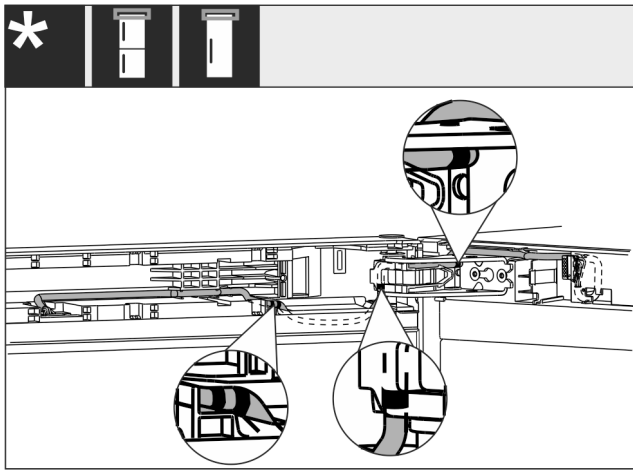

Fig. 61
- ▶ A kábelt az ábrán Fig. 61 (1) látható módon kell elvezetni.